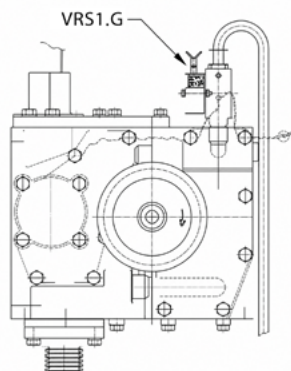

Figure 17 - Monobloc de pompage FP-1001 avec capteur de débit d'air VRS1.G
La calibration mécanique du compteur (1) est effectuée uniquement sur les compteurs à piston de type FM-1007, directement sur le compteur en tournant la molette de calibration A (voir Figure 17) avec laquelle il est possible de régler mécaniquement le volume cyclique du compteur. Si le compteur est réglé avec précision, un tour de l'arbre du compteur correspond exactement à 0,5 L de carburant distribué et à 50 impulsions qui sont envoyées à l'ordinateur par le générateur d'impulsions (pulser) connecté à l'arbre du compteur. En tournant la molette de calibration dans le sens horaire ou antihoraire, il est possible de corriger la précision du compteur dans une plage de $\pm 1,3\%$ avec des incréments correspondant à une variation de 0,04 %.